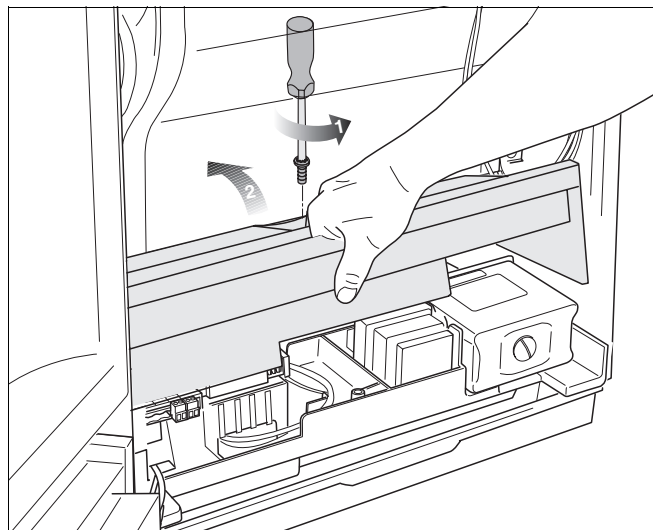

Fig. 23 Åbning af afdækningen til eltilslutningerne
- Løsn 1 skrue til eltilslutningernes afdækning, og træk afdækningen op (fig. 23).